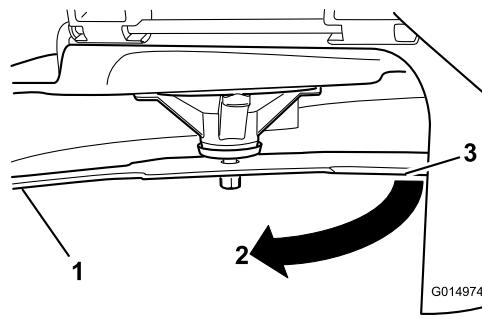

Bild 62
3. Zwischen Messer und Oberfläche gemessener Abstand (A)
4. Drehen Sie dasselbe Messer um 180 Grad, sodass die andere Schnittkante jetzt in derselben Stellung ist (Bild 62).